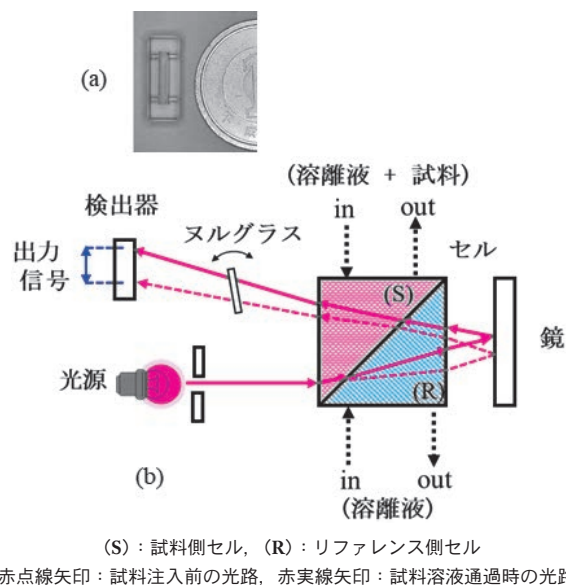

図 4 RI 検出器の模式図
RI 検出器の模式図を図 4 に示す。この検出器は、溶離液と試料高分子との屈折率差を利用して試料溶液の濃度を検出するもので、ほとんどの化合物の検出が可能という利点はあるが、検出感度がやや低く、周囲の温度や気圧変化による影響を受けやすく、安定性が低いという欠点を有する。RI 検出器では、対角線で二つのブロックに仕切られた四角柱状の石英ガラス製セル (図 4 (a)) が用いられた偏光型が主流であり¹⁰⁾、図 4 (b) に示すように、一方 (S) が試料側、他方 (R) がリファレンス側である。